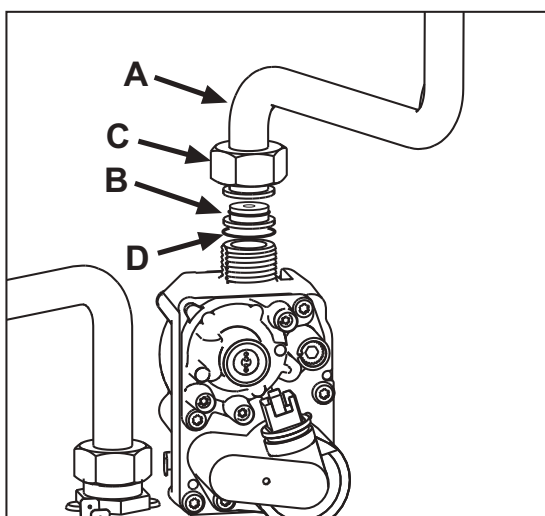

fig. 22
3. Dévisser le papillon C et dégager le tuyau du gaz A de la soupape gaz (voir fig. 22).
4. Remplacer la buse B présente dans le tuyau gaz par celle contenue dans le kit de transformation après avoir intercalé le joint D (voir fig. 22).